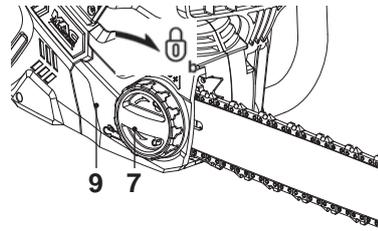

Fig. 11
5. Verrouillez le couvercle [9] en tournant la molette de verrouillage [7] à fond dans le sens des aiguilles d'une montre (Fig. 11).